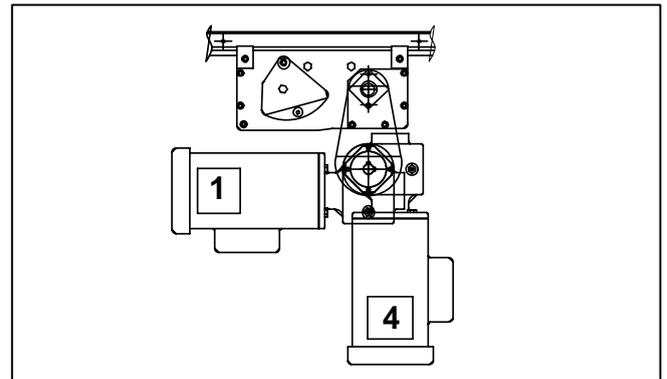

Abbildung 4
**HINWEIS:** Bei Installationspaket vom Typ 1 kann der Getriebemotor in Position 1 oder 4 betrieben werden (Abbildung 4).